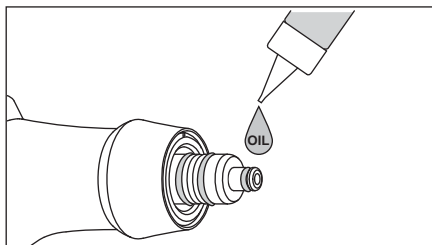

Fig. 21
- 1) Seque la zona de las juntas tóricas del depósito de polvo y del anillo de ajuste, lubrique con una gota del aceite para turbina y extiéndalo con el dedo. (Fig. 21, 22)